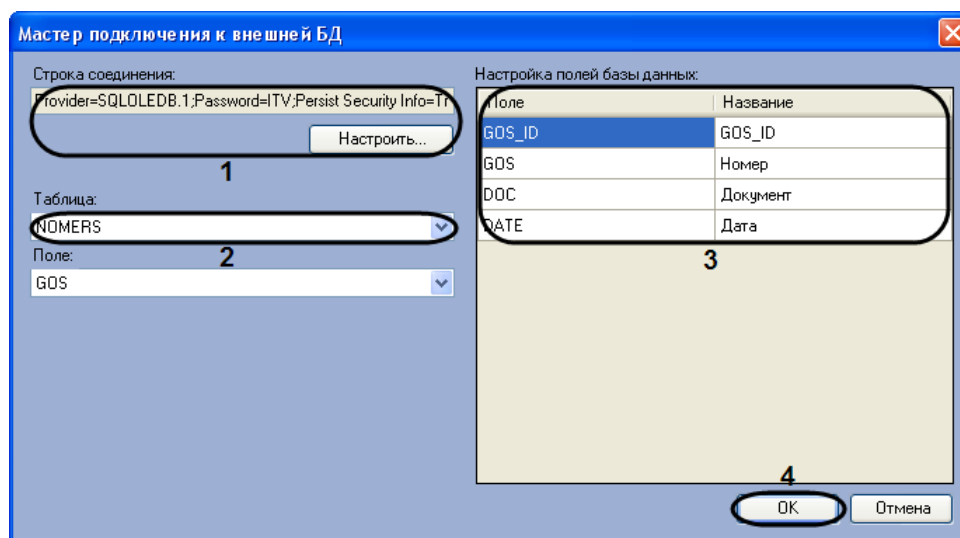

Рис. 7.5-9. Обработка таблицы «Настройка полей базы данных»
4. В результате выполнения операции отобразится диалоговое окно «Мастер подключения к внешней БД» (Рис. 7.5-9).
5. Задать строку подключения к внешней базе данных (см. Рис. 7.5-9, 1), после чего выбрать из списка «Таблица» таблицу, содержащую номера транспортных средств (см. Рис. 7.5-9, 2) (см. шаги 5-7 в разделе «Подключение внешней базы данных номеров»).
6. В результате выполнения операции в таблице «Настройка полей базы данных» отобразится список столбцов в выбранной таблице (см. Рис. 7.5-9, 3).
7. В столбце «Название» ввести соответствующие столбцам названия, которые будут отображаться в интерфейсном окне «Модуль обнаружения ТС» (см. Рис. 7.5-9, 3).
8. Для сохранения внесенных изменений и закрытия диалогового окна «Мастер подключения к внешней БД» нажать кнопку «OK» (см. Рис. 7.5-9, 4).
*Примечание. Для закрытия диалогового окна «Мастер подключения к внешней БД» без сохранения изменений следует нажать кнопку «Отмена» (см. Рис. 7.5-9).*